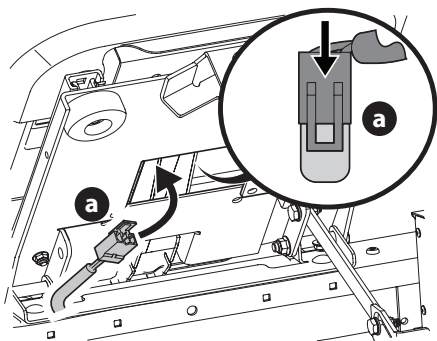

Fig. 10
4. Insérez le faisceau de câbles (a) dans la partie inférieure du siège (Fig. 10).
NOTE : Lorsque le faisceau de câbles (a) est connecté, veillez à pousser le fil excédentaire du faisceau de câbles (a) dans l'orifice du boîtier de siège avant de continuer (Fig. 10).